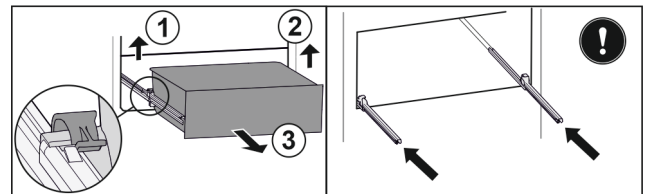

Fig. 129
- ▶ Linker klem optillen en gelijktijdig lade links naar voren trekken. *Fig. 129 (1)*
- ▶ Rechter klem optillen en gelijktijdig lade rechts naar voren trekken. *Fig. 129 (2)*
- ▶ Lade naar voren toe verwijderen. *Fig. 129 (3)*